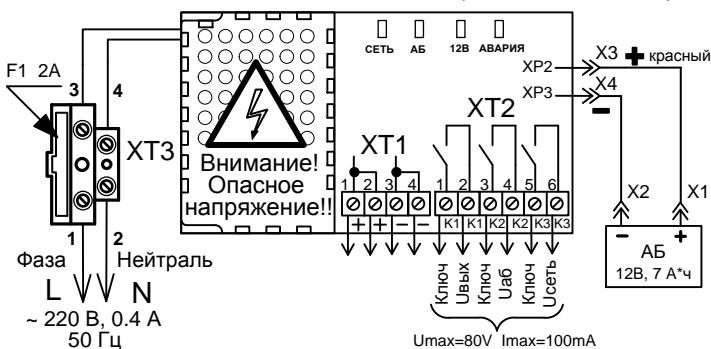

Рисунок 3. Схема подключения РИП-12 исп.14 (РИП-12-2/7П2-Р)
При подключении проводов внешнего питающего напряжения 220 В к сетевой колодке необходимо соблюдать правильность подключения «фаза» и «нейтраль». Подключение цепей к РИП производить в соответствии с рис. 3.
2.3.1 Проверить правильность произведённого монтажа в соответствии со схемой подключения РИП-12 исп.14 (РИП-12-2/7П2-Р) (рис. 3).
2.4.7 При необходимости организации дистанционной сигнализации наличия сетевого напряжения, выходного напряжения и напряжения батареи подключить выходы оптореле K1, K2 и K3 к шлейфам сигнализации приборов согласно рис. 3. Состояния цепей оптореле приведены в таблице 1.